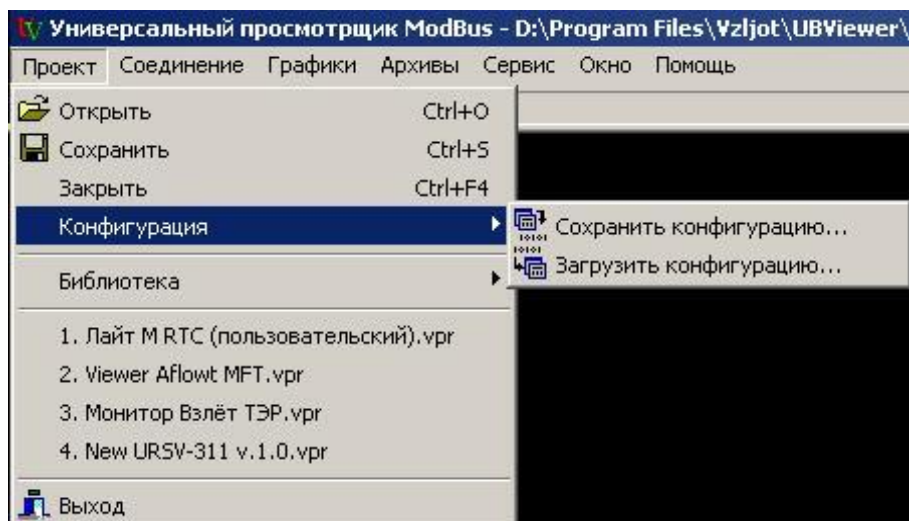

Рис.26. Окно «Универсальный просмотрщик».
- в программе «Универсальный просмотрщик» выбрать пункт «**Проект**» / «**Конфигурация**» / «**Сохранить конфигурацию**» (рис.26):